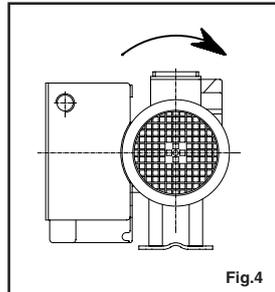

Fig.4
□ Controllare il senso di rotazione del motore accendendo la pompa per un breve istante (2-3 secondi). Il senso corretto è quello indicato dalla freccia posta sulla pompa (fig.4). Nel caso di rotazione contraria, occorre invertire il campo di rotazione del motore cambiando posizione a due dei tre conduttori di fase alla morsettiera di cablaggio del motore.
□ Überprüfen Sie die Drehrichtung des Motors, indem Sie die Pumpe für kurze Zeit (2-3 Sekunden) in Betrieb setzen. Die korrekte Drehrichtung wird durch einen Pfeil auf der Pumpe dargestellt (siehe Abb. 4). Wenn die Drehrichtung falsch ist, sollten Sie zwei der drei elektrischen Leitungen im Klemmenkasten des Motors umpolen.